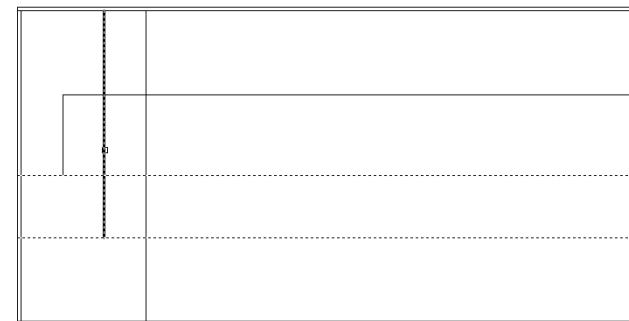

Рис. 4.14 ▼ Формирование контура малой тумбы
6. Добившись результата, показанного на рис. 4.14, снова перезапустите команду **Обрезать** (Trim) двойным нажатием **Enter** и выберите в качестве секущих две горизонтальные линии, показанные на рис. 4.14 пунктиром. Нажав **Enter** для завершения выбора секущих, в ответ на приглашение AutoCAD выбрать отрезаемые части линий, щелкните на вертикальной линии, образующей контур малой тумбы, сначала под нижним секущим ребром, а затем, как показано на рис. 4.14, над верхним секущим ребром.